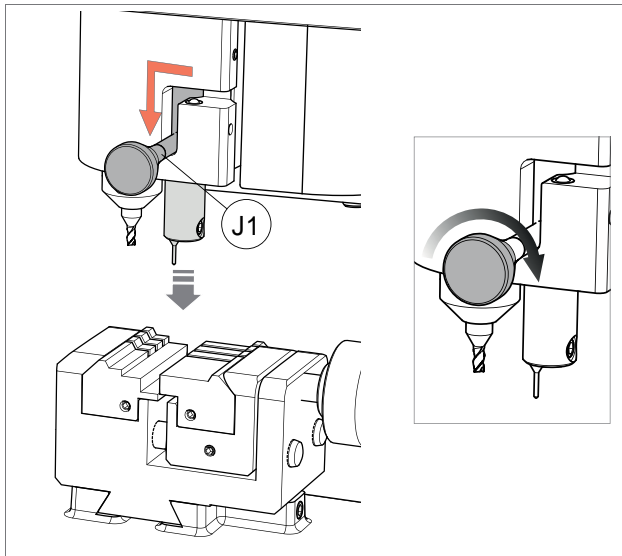

Fig. 56
• ACTIVEREN VAN DE TASTER 01T (Fig. 56)